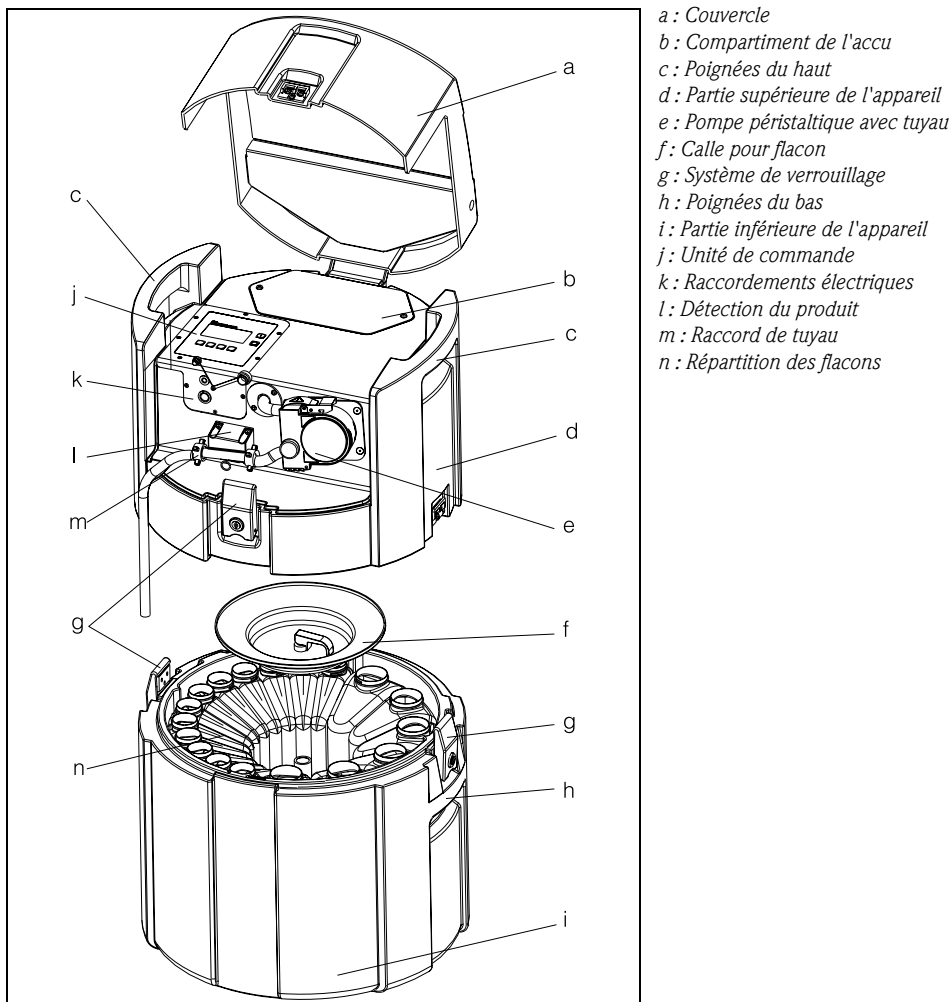

Fig. 2 : Aperçu du Liquiport 2000 Ex
1. Dévissez le couvercle du compartiment de l'accu (→ fig. 2, pos. b) à l'aide d'un tournevis (4 mm)
5. Une fois le raccordement effectué, revissez le couvercle sur le compartiment de l'accu (→ fig. 2, pos. b)
4. Vissez le tuyau de prélèvement au raccord de l'appareil (→ fig. 2, pos. m).